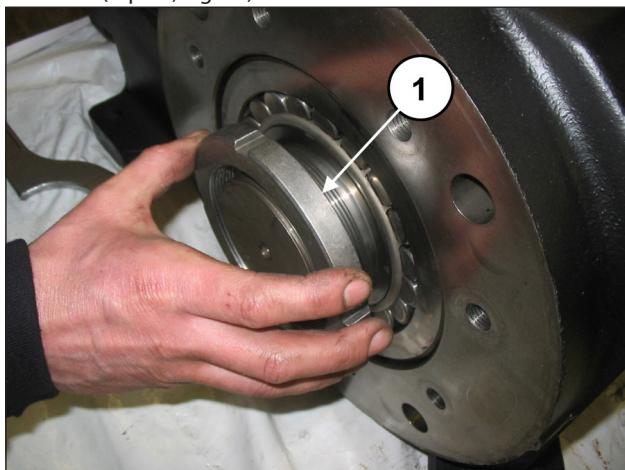

Fig. 19
Visser une bague type SKF KM19 sur la douille de pression (rep. ①, Fig. 19) puis utiliser une clé appropriée pour desserrer la douille (rep. ①, Fig. 20).